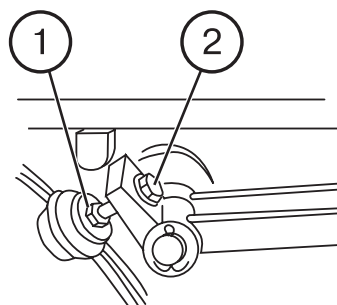

Рис. 52.
- а) отверните контргайки 1 (рис. 52) болтов 2;